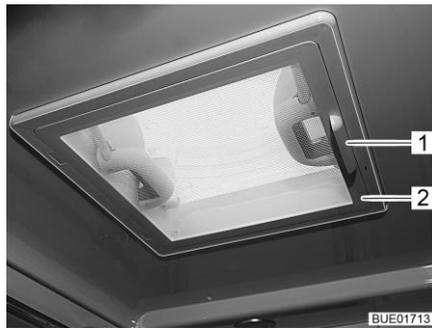

Fig. 61 Lanterneau à pousoirs
- Faire pivoter la moustiquaire (Fig. 61,2) vers le bas en la maintenant par la poignée (Fig. 61,1).